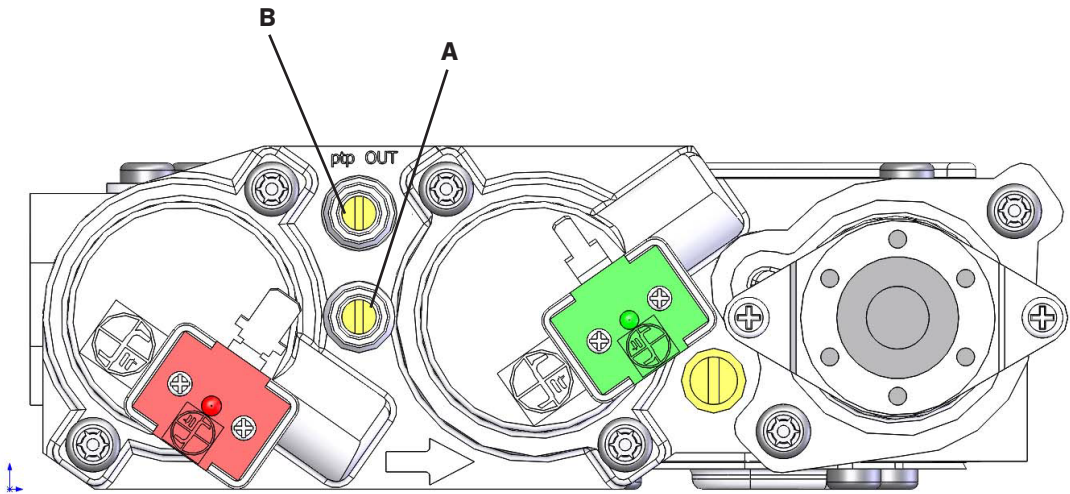

Figure 12.1, Raccords de test pression de valve de contrôle de gaz
- Desserrer la vis du raccord de test de pression d'entrée («IN») en sens antihoraire. Voir (A) à la Figure 12.1.
- Débrancher le tube (manomètre) et serrer (sens horaire) la vis du raccord de pression d'entrée (IN). Serrer la vis juste
- Rallumer la veilleuse et tourner le bouton de réglage de gaz à «ON». Rebrancher le manomètre au raccord de test de pression d'entrée (A) pour vérifier qu'il est complètement étanche. Le manomètre ne devrait indiquer aucune pression.
- Desserrer la vis du raccord de test de pression du manifold («OUT») en sens antihoraire. Voir (B) à la Figure 12.1.
- Brancher le manomètre au raccord de test de pression du manifold (B) pour vérifier qu'il est complètement étanche. Le manomètre ne devrait indiquer aucune pression lorsque l'interrupteur à bascule est positionné à «ON».